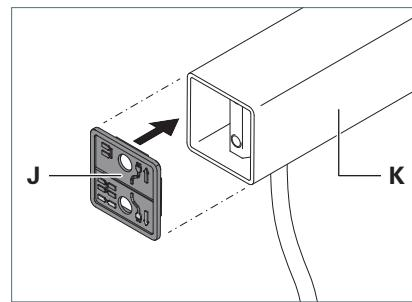

Fig. 2: Unterlegplatte aufstecken.
- Drehen Sie die Unterlegplatte **J** in die korrekte Einbaulage und stecken Sie sie auf das Standrohr **K**, siehe Fig. 2.